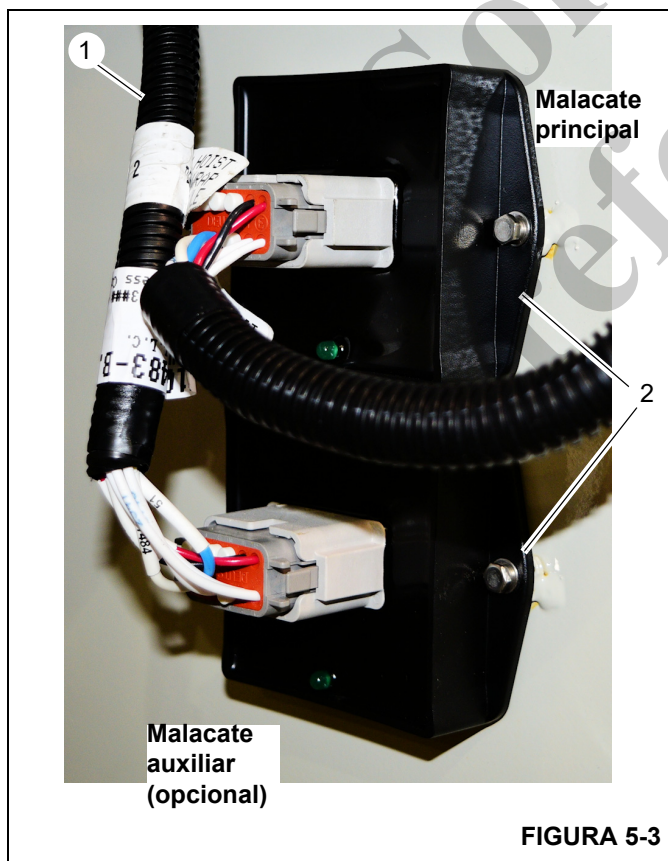

FIGURA 5-3
1. Desconecte el arnés de cables del DRI (1, Figura 5-3) del módulo correcto del DRI (2) que se encuentra dentro del bastidor del malacate.
1. Pase el arnés de cables del DRI (1, Figura 5-3) a través de la escuadra de refuerzo en el bastidor del malacate. Conecte el conector del DRI al módulo correcto del DRI del malacate (2) que se encuentra en el interior del bastidor del malacate.